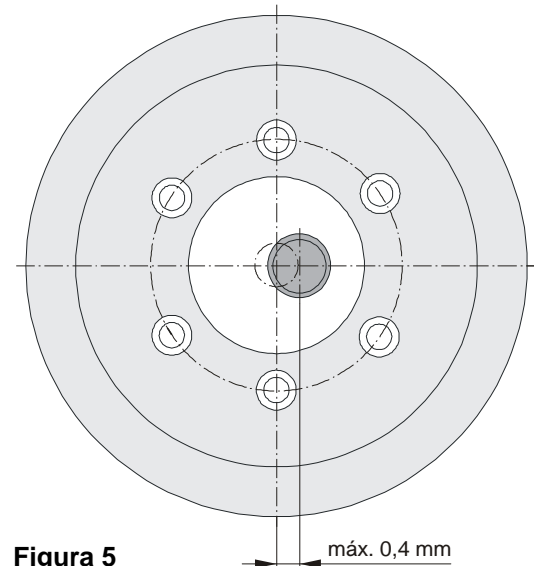

Figura 5
- ❑ La excentricidad del eje en relación con el círculo de agujeros de fijación no debe superar los 0,4 mm (Figura 5).